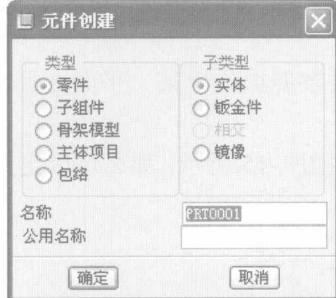
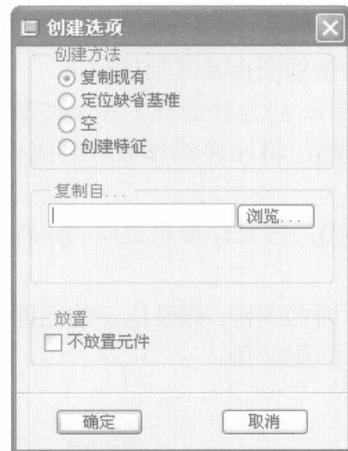

图 1-12 “元件创建”对话框
图 1-13 “创建选项”对话框
- (1) 新建一个没有元件的装配文件。
- (2) 单击工具栏中的新建(在组件模式下创建元件)按钮，或者从菜单栏中选择“插入”→“元件”→“创建”命令，打开如图 1-12 所示的“元件创建”对话框。
- (3) 在“元件创建”对话框中指定要创建的元件类型，例如从“类型”选项组中选择“零件”单选按钮，从“子类型”选项组中选择“实体”单选按钮。
- (4) 输入元件名称，单击“确定”按钮。
- (5) 在出现的如图 1-13 所示的“创建选项”对话框中，指定创建方法。系统提供了 4 种创建方法的选项，即“复制现有”、“定位缺省基准”、“空”和“创建特征”选项。确定创建选项后，注意根据系统提示选择相应的参照。